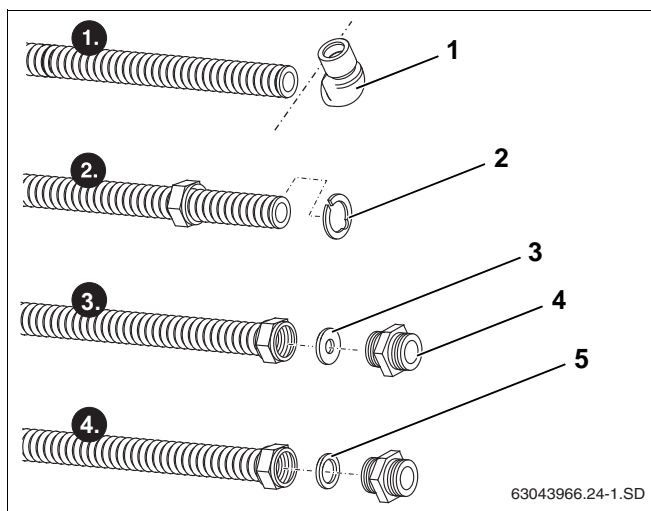

Fig. 57 Forberedelse af tilslutningsrøret
- ▶ Skær vinklen (fig. 57, **pos. 1**) af tilslutningsrøret med rørskeereren.
- ▶ Læg klemmskiven (fig. 57, **pos. 2**) bag den første bølge, og tryk sammen. Klemmskiven skal ligge ensartet ved omløberens bund.
- ▶ Læg karosseriskiven (fig. 57, **pos. 3**) ind i omløberen før tilslutningsrørets snitflade.
- ▶ Skru dobbeltniplen (fig. 57, **pos. 4**) fast i omløberen, så der skabes en plan tætningsflade ved tilslutningsrøret.
- ▶ Læg pakningen (fig. 57, **pos. 5**) ind, og skru dobbeltniplen ind.